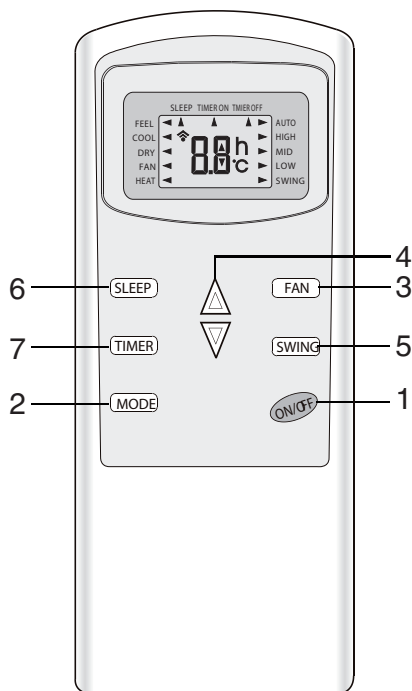

Рис. 5.2
5.2.1 Для управления кондиционером применяется беспроводной инфракрасный дистанционный пульт (рис. 5.2).
5.2.2 Комментарии к рис. 5.2 см. таблицу 5.1.